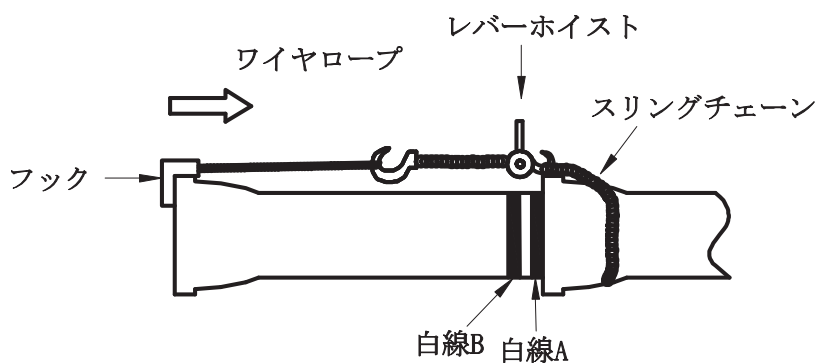

図6 管の挿入（呼び径300～600の例）
- ⑤ ゴム輪の内面と挿し口外面のテーパ部から白線までダクタイトル鉄管継手用滑剤を塗布する。
- ⑥ 管をクレーンなどで吊った状態にして挿し口を受口に預ける。このとき、2本の管は鉛直方向、垂直方向ともに一直線になるようにする。
- ⑦ 図6のように接合器具をセットし、レバーホイストを操作して挿し口を受口に挿入し、白線Aが受口端面にくるようにあわせる。